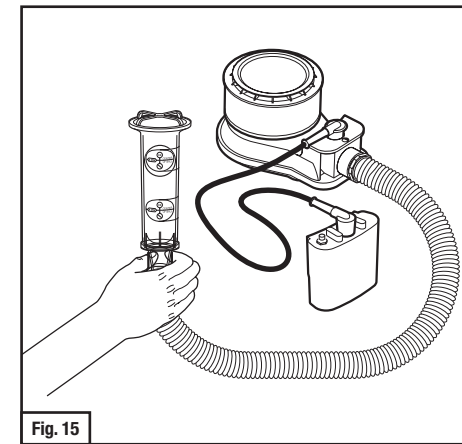

Fig. 15
- b. GVP-122, GVP-123 o H-115: Introduzca en el extremo del tubo de respiración (Fig. 15) y sostenga verticalmente.